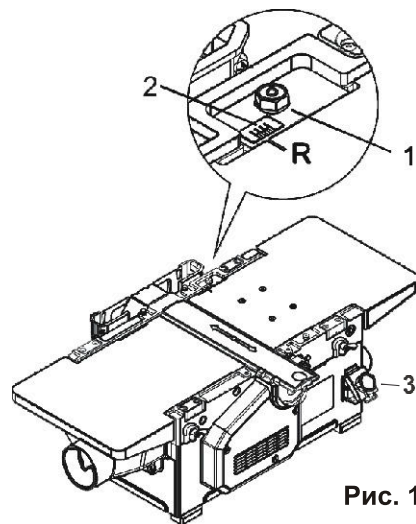

Рис. 1
Пуск станка осуществляется с помощью выключателя (3) (см. рис. 1).
- отвернуть два болта крепления прижимов (1) (см. рис.1);
- вращением ручки, находящейся под лыжей, переместить лыжу на необходимую глубину строгания, совместив риску R на лыже с необходимым значением штриха на шкале (2);
- зафиксировать лыжу в таком положении, затянув болты прижимов (1);